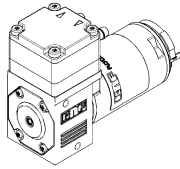

Fig. 8: optimale Einbaulage /
- Einbaulage** → Die Einbaulage der Pumpe kann prinzipiell frei gewählt werden. Für maximale Genauigkeit und schnelle Entlüftung die bevorzugte Einbaulage beachten (Fig. 8).